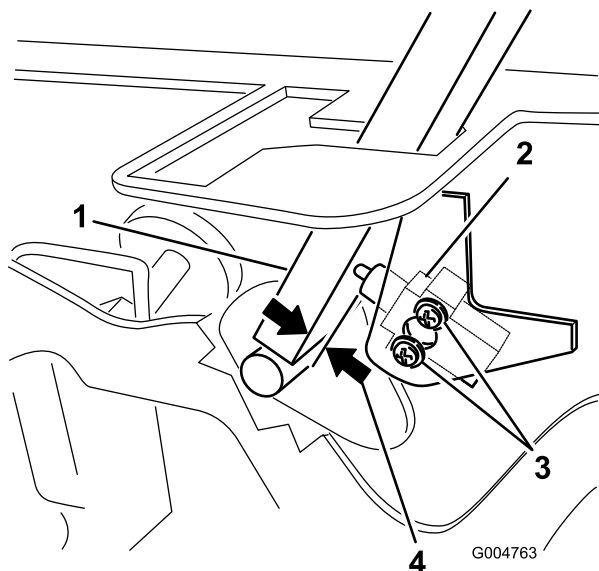

Figure 39
3. Desserrez les 2 vis de fixation du contacteur de sécurité (Figure 39).
4. Maintenez le levier de commande contre le cadre et rapprochez le contacteur du levier jusqu'à ce qu'ils soient espacés de 0,4 à 1 mm (0,015 à 0,045 po), comme montré à la Figure 39.